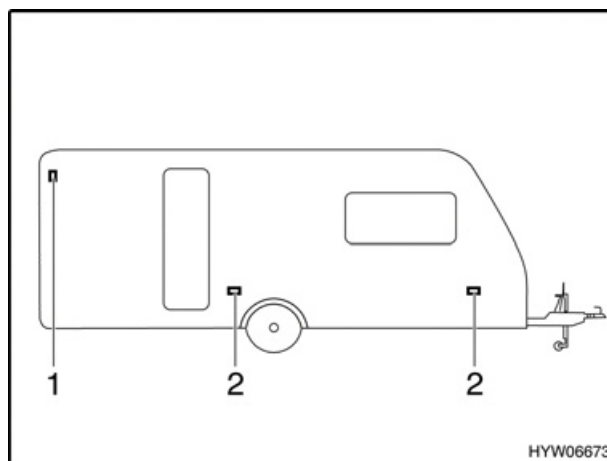

Bild 112 Beleuchtung Seite
- Gehäuseschrauben (Bild 112,2) lösen.
- Gehäuseschrauben (Bild 112,1) lösen.